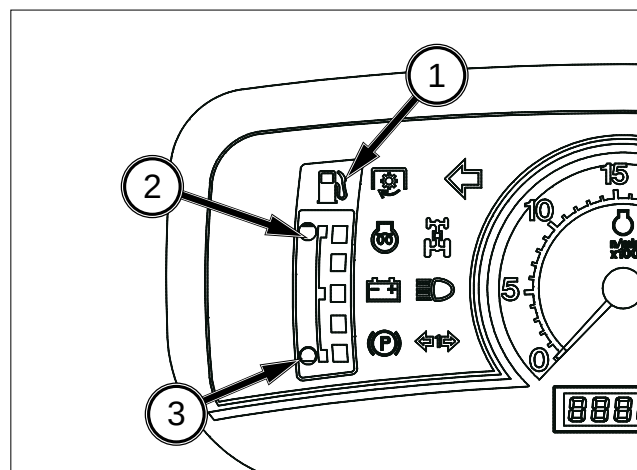

FIG. 38
FIG. 38 : La jauge de carburant (1) indique le niveau de diesel dans le réservoir de carburant. Plus la barre est rapprochée de l'icône de réservoir plein (2), plus le réservoir est rempli. Ne laissez donc pas la jauge de carburant atteindre l'icône de réservoir vide (3).